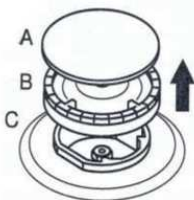

Figure 19
- Entfernen Sie die Brennerabdeckung und den Brenner, wie in Abbildung 19 gezeigt. Entfernen Sie den Injektor mit Hilfe eines 7er-Inbusschraubendrehers, wie in Abbildung 19.1 gezeigt.